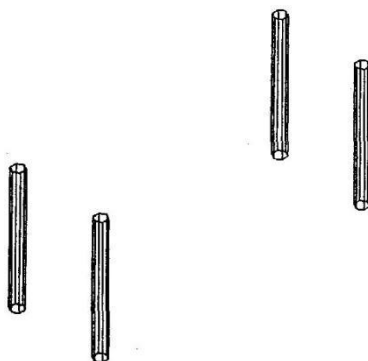

图 10-32 拉伸正六边形
5、按照同样的方法，分别对其他 3 个正六边形进行拉伸，效果如图 10-32 所示。